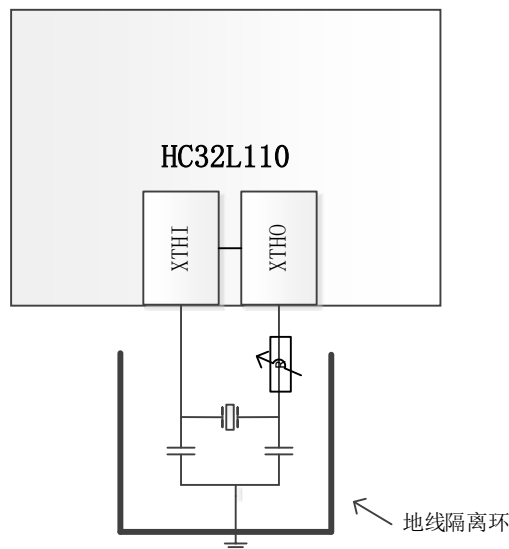

图 6 晶振电路地线隔离环
- 应该在外部晶振周边用地线做保护隔离环 (**guard ring**)，地环线需要充分接地（多过地孔），减少外部晶振信号与其他信号之间的相互窜扰。（参考图 6）